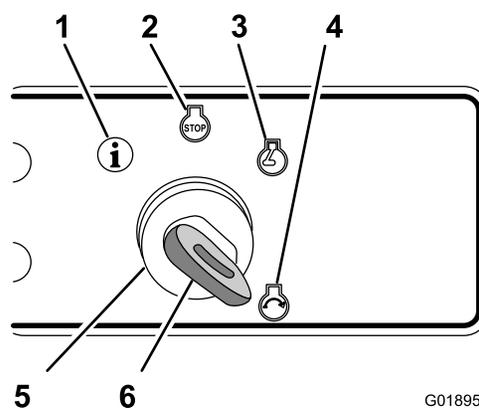

Figure 10
moteur démarre; la clé revient alors automatiquement à la position Contact (Figure 10).
- Pour arrêter le moteur, tournez le commutateur à clé à la position Arrêt du moteur (Figure 10).
- Pour afficher le compteur horaire, le dernier message d'anomalie et la version du logiciel, tournez le commutateur à clé à la position Information (Figure 10).